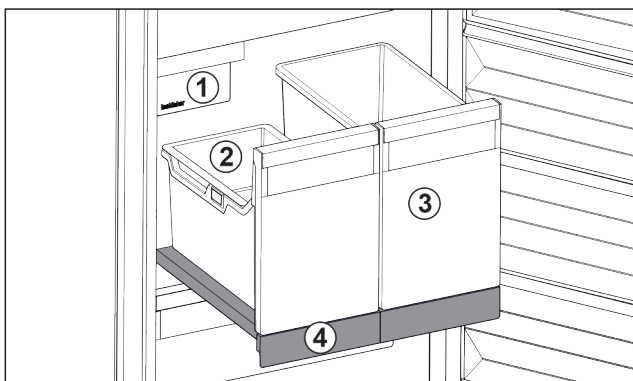

Fig. 28 Compartiment coulissant avec IceTower
- (1) IceMaker
- (2) Balconnet pour glaçons
- (3) Bac pour pizzas, boissons alcoolisées, etc.
- (4) Compartiment coulissant
Le compartiment coulissant comprend deux bacs hauts (IceTower). Le bac Fig. 28 (2) permet de recueillir et de stocker les glaçons de l'IceMaker. Les bacs Fig. 28 (3) sont conçus pour stocker des aliments hauts comme les pizzas et boissons alcoolisées.